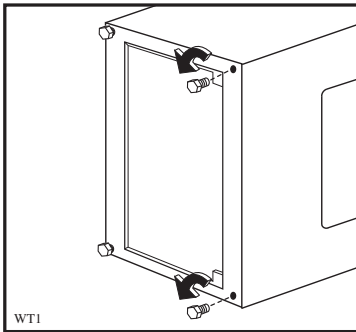
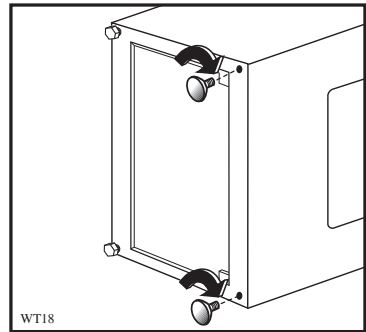

Fig 1
Fig 1a
- Fjern føttene fremme (fig. 1) og skift dem ut med de tilsvarende gummiføttene (fig. 1a).